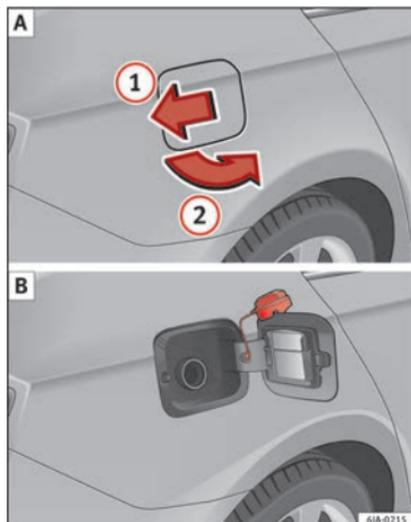

Fig. 203 Arrière du véhicule, côté droit : trappe à carburant/trappe à carburant avec bouchon dévissé.
Un autocollant placé sur la face intérieure de la trappe à carburant indique le type de carburant approprié pour votre véhicule, ainsi que la taille du pneu et la pression de gonflage de celui-ci »» fig. 203 B.
- Appuyez sur la trappe à carburant dans le sens de la flèche ① »» fig. 203.
- Ouvrez la trappe dans le sens de la flèche ②.
- Dévissez le bouchon de fermeture du réservoir à carburant vers la gauche et placez-le au-dessus de la trappe à carburant »» fig. 203 B.
- Une fois le véhicule déverrouillé à l'aide du verrouillage centralisé, appuyez sur la trappe à carburant dans le sens de la flèche ① »» fig. 203.